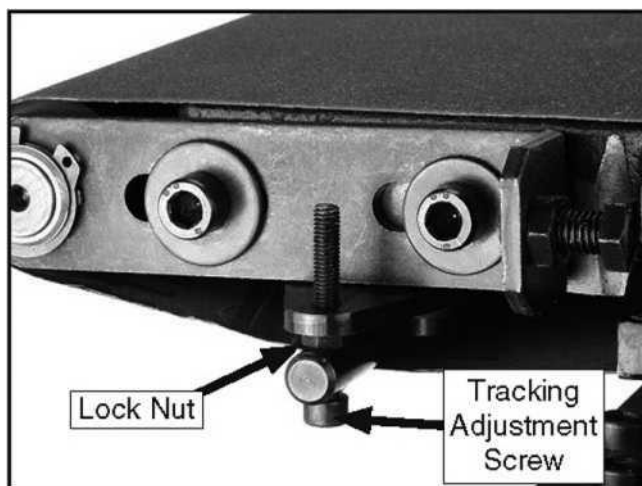

Рис. 39. Регулировочный болт настройки конвейерной ленты.
2. Ослабьте стопорную гайку (Рис. 39) со стороны, к которой движется конвейерная лента, и винт регулировки натяжения до тех пор, пока конвейерная лента не пойдет в противоположном направлении.